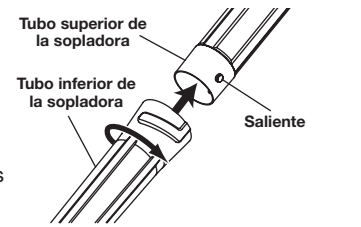

Fig. 2
1. Alinee la ranura del saliente del extremo superior del tubo inferior de la sopladora con el saliente en el extremo del tubo superior de la sopladora (Fig. 2).
2. Coloque el tubo inferior de la sopladora en el tubo superior de la sopladora (Fig. 2).
3. Gire el tubo inferior de la sopladora en el sentido de las agujas del reloj hasta que quede apretado (Fig. 2).